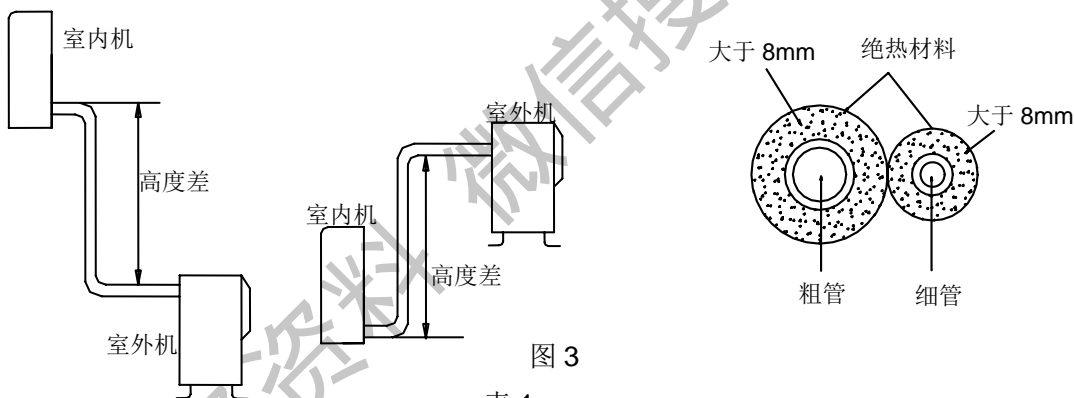

图 3
1. 空调器应在表 1 许可的配管管长和高度差内安装(参考图 3)。